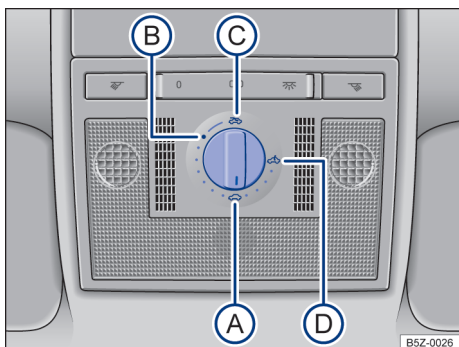

Fig. 53 No revestimento do teto: interruptor rotativo do teto solar.
Girar o interruptor rotativo → Fig. 53 para a posição desejada para regular as seguintes posições do teto solar:
- Girar o interruptor rotativo para a posição → Fig. 53 A e puxar para baixo na área posterior, até que o teto solar esteja completamente fechado.